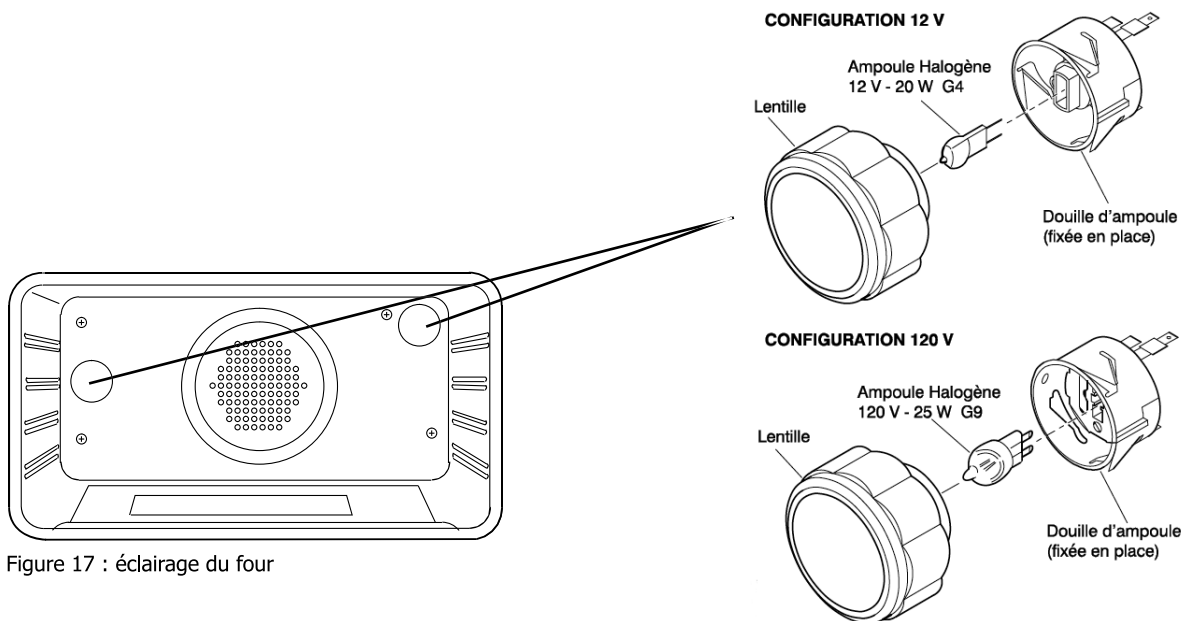

Figure 17 : éclairage du four
- Chaque assemblage d'éclairage comprend un couvercle amovible, une ampoule et une douille fixée en place (voir figure 17, page suivante).
Pour remplacer l'ampoule (voir figure 17, page suivante)